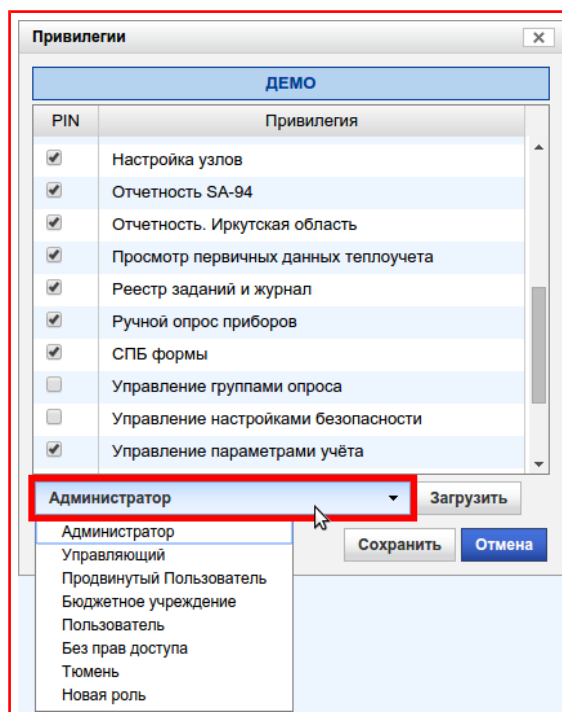

Рисунок 9.85 — Выбор «Роли»
3.2.1) Нажать на кнопку-меню возле кнопки «Загрузить» и в появившемся меню выбрать «Роль», рисунок 9.85;